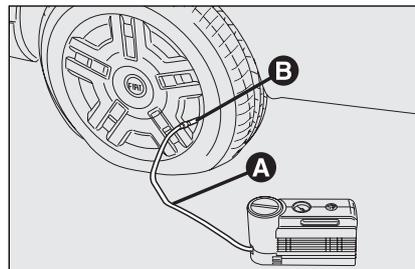

Abb. 12
- Die Handbremse anziehen. Die Ventilkappe des Reifens abschrauben, den Füllschlauch **A-Abb. 12** herausziehen, und den Ring **B** auf dem Reifenventil einschrauben;